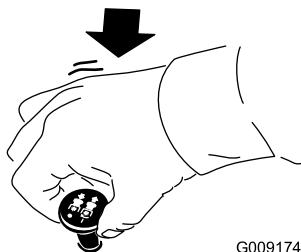

Рисунок 20
1. Выключите ножи, переместив переключатель управления ножами в положение ВЫКЛ (Рисунок 20).